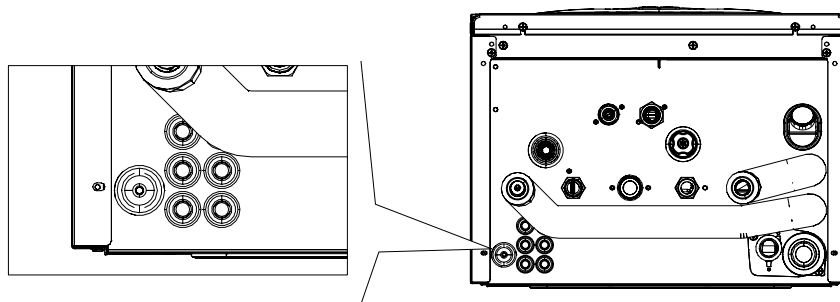

fig. 35 -
2. Collegare i cavi agli appositi morsetti come indicato nelle figure seguenti, avendo cura di far passare i cavi attraverso i passacavi presenti sul fondo della caldaia (vedi "fig. 35 -" a pagina 29)